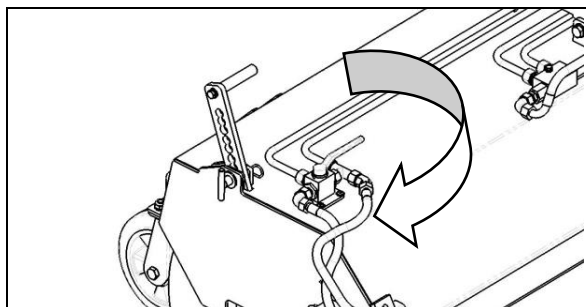
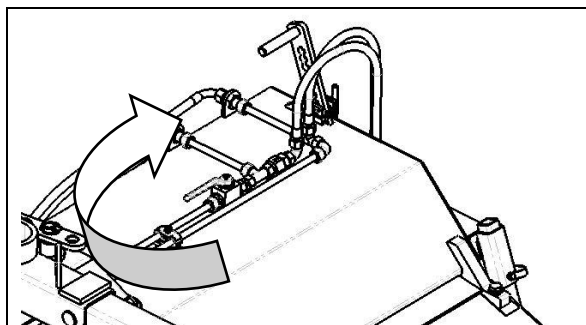

Bild 4.13
Bild 4.14
- Öppna stoppkranen till sidosopmaskinens hydraulmotor (Fig. 4.13) och till uppsamlingsbehållarens hydraulcylinder (Fig. 4.14).